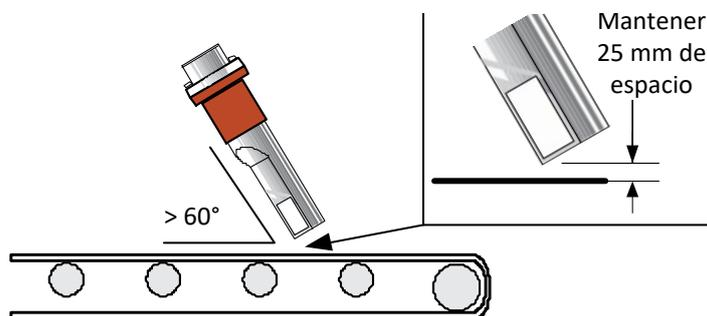

Ilustración 10: Hydro-Probe a un ángulo de 45° para reducir la acumulación
- El cuerpo del Hydro-Probe se puede instalar a un ángulo entre 90° y 60° con respecto a la cinta transportadora para reducir la acumulación de material. Es importante mantener el ángulo de 45° respecto al flujo de material y el espacio de 25 mm hasta la cinta transportadora, consulte la Ilustración 10.